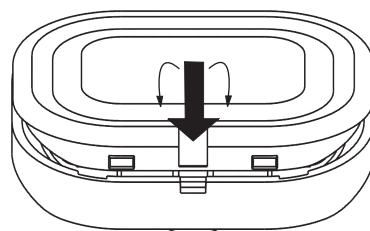

Рисунок 1
7.2 Вскройте корпус (рисунок 1).